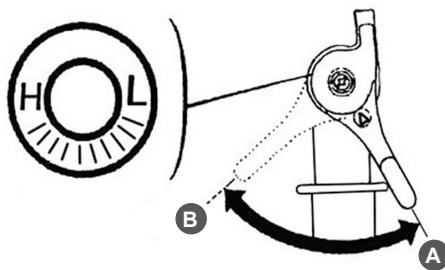

Рис. 17 Положения рычага газа
- Переведите рычаг газа в положение максимальных оборотов двигателя (Рис. 17).